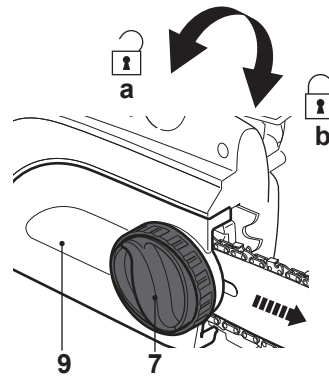

Fig. 7
- > Remettez le couvercle [9] en place et serrez légèrement la molette de verrouillage [7] (Fig. 7, b). Ne serrez pas la molette à fond: la chaîne doit être tendue au préalable.